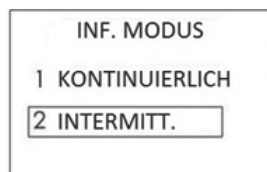
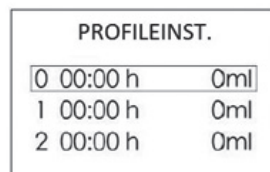

Abb. 39: Wahl des intermittierenden Modus
Abb. 40: Profileinstellungen (intermittierend)
- Nachdem Sie den intermittierenden Modus gewählt haben (Abb. 39) wechseln Sie automatisch in die Profileinstellungen (Abb. 40).